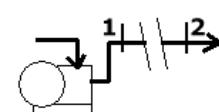

Fig.1
■ PRINCIPI TEORICI: vedi fig.1 lato:
► **tubazione** trasporto gas [portata costante]: [fig.1]